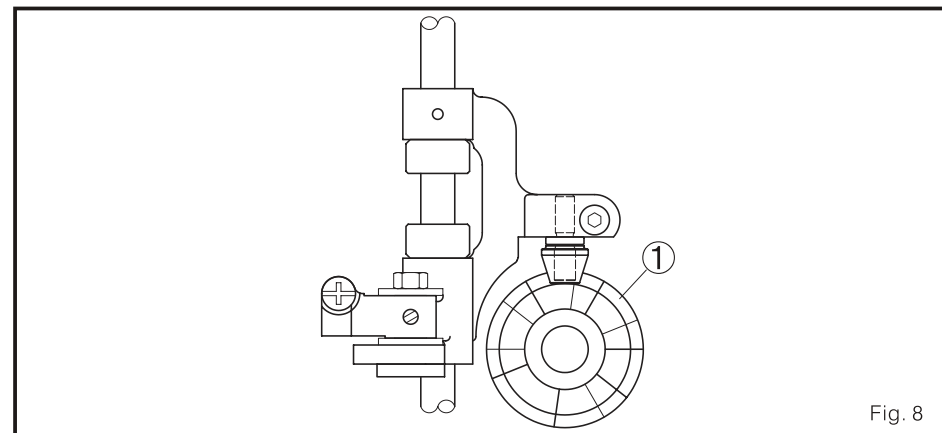
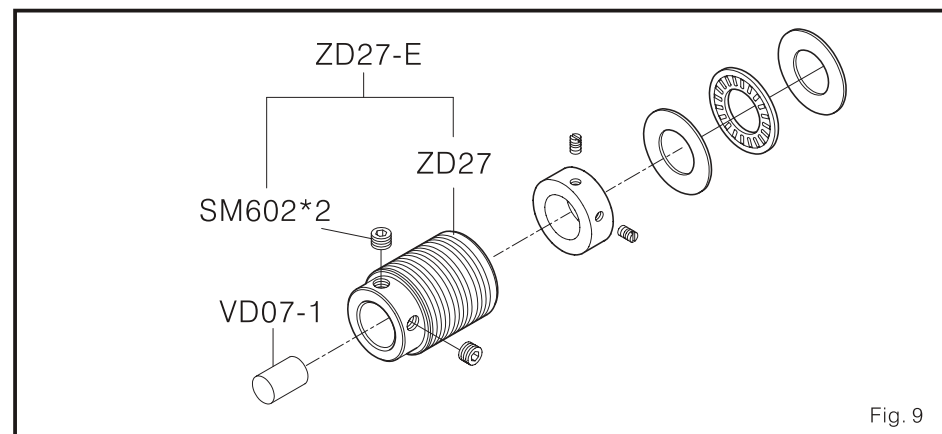

Fig. 8
Fig. 9
1. Cuando la aguja se mueve a la franja 0, punto muerto inferior, La superficie de la leva ZE08 1 esta en el punto mas bajo. Cuando la aguja se mueva hacia arriba desde la franja 3 con dirección a la superficie de la placa aguja debajo del agujero de aguja, la superficie de la leva ZE08 1 debe estar en su posición más alta. (Fig 8., Fig 9)